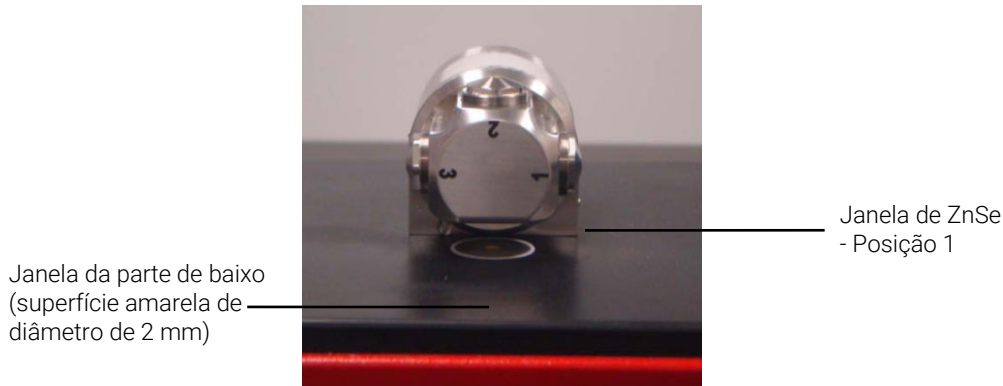

Figura 10. DialPath com a janela do acessório virada para cima
No modo de análise de amostra, a DialPath é girada de forma que a janela óptica do acessório fique virada para baixo na direção da área de montagem de amostra FTIR DialPath 4500. Nesta posição, a energia de infravermelho (IR) passa entre a amostra, possibilitando a medição. Certifique-se de girar o braço da DialPath completamente até que ele alcance o detentor e encaixe ou prenda em sua posição. Este detentor mantém o acessório imóvel durante a medição da amostra (veja a Figura 10).
- 4** Feche o dispositivo girando o braço em sentido horário até que ele encaixe em sua posição (veja a Figura 10).